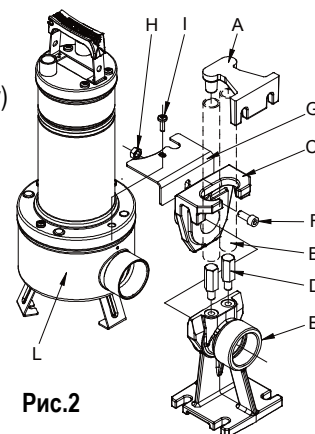

Рис.2
Для стаціонарної установки рекомендується використовувати підйомний механізм DSD2 (постачається на замовлення – **Рис.2**) для полегшення виконання технічного обслуговування електронасоса. Цей механізм встановлюється між напірним отвором електронасоса та трубопроводом, і в процесі технічного обслуговування допомагає уникнути знімання напірного трубопроводу. Механізм DSD2 складається з 8 частин, плюс одна, яка не входить в комплект (труби 3/4”):
Опора встановлюється на дно та прикріплюється розширювальними гвинтами, відповідного розміру. Кріпильна скоба для труб розташовується у верхній частині колодезя та вставляється з кінця двох труб 3/4 "(не входять в комплект), які виконують роль жолоба. Дві труби з'єднують скобу з опорою. З'єднати скобу підстави з фільтром насоса поруч з напірним отвором, закріплюючи її двома гвинтами, передбаченими для блокування кришки фільтра. Вийняти верхній болт з фланця з нагнітальної сторони (I). Встановити блокувальну скобу проти обертання (G). Повернути болт на місце (I). Зняти супорт з сполучної ніжки та з'єднати його з нагнітальним отвором насоса. За допомогою болта F і гайки H прикріпити супорт до насоса, як показано на схемі. Встановити вузол супорт / насос на ніжку (Рис.2).